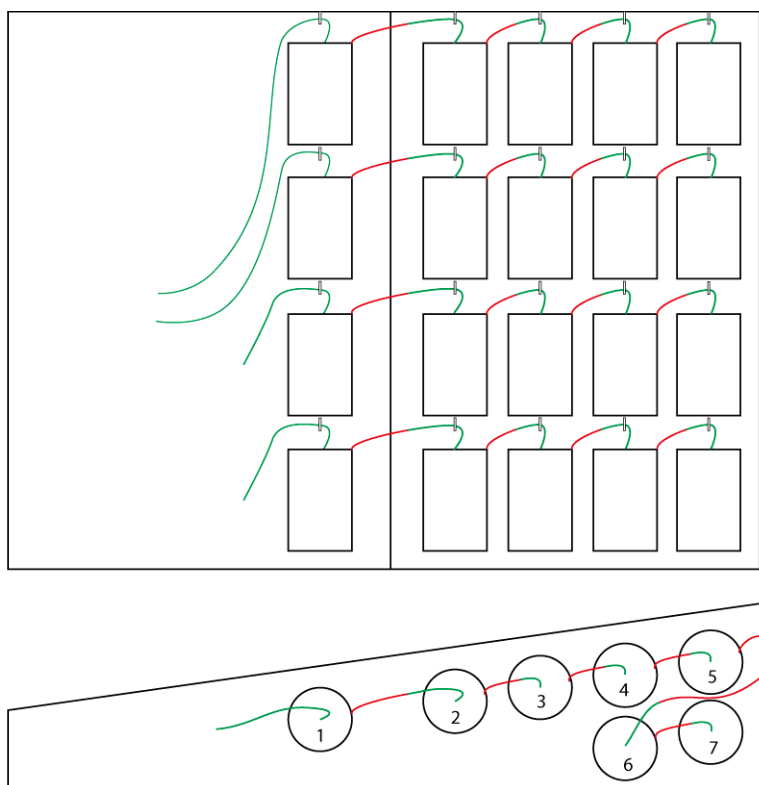

Fig. 37 Charger et attacher les bobines de ficelle
- Placez les bobines de ficelle dans les bacs de l'armoire, comme sur « Fig. 37 Charger et attacher les bobines de ficelle » à la page 62.
Voir « Fig. 37 Charger et attacher les bobines de ficelle » à la page 62.